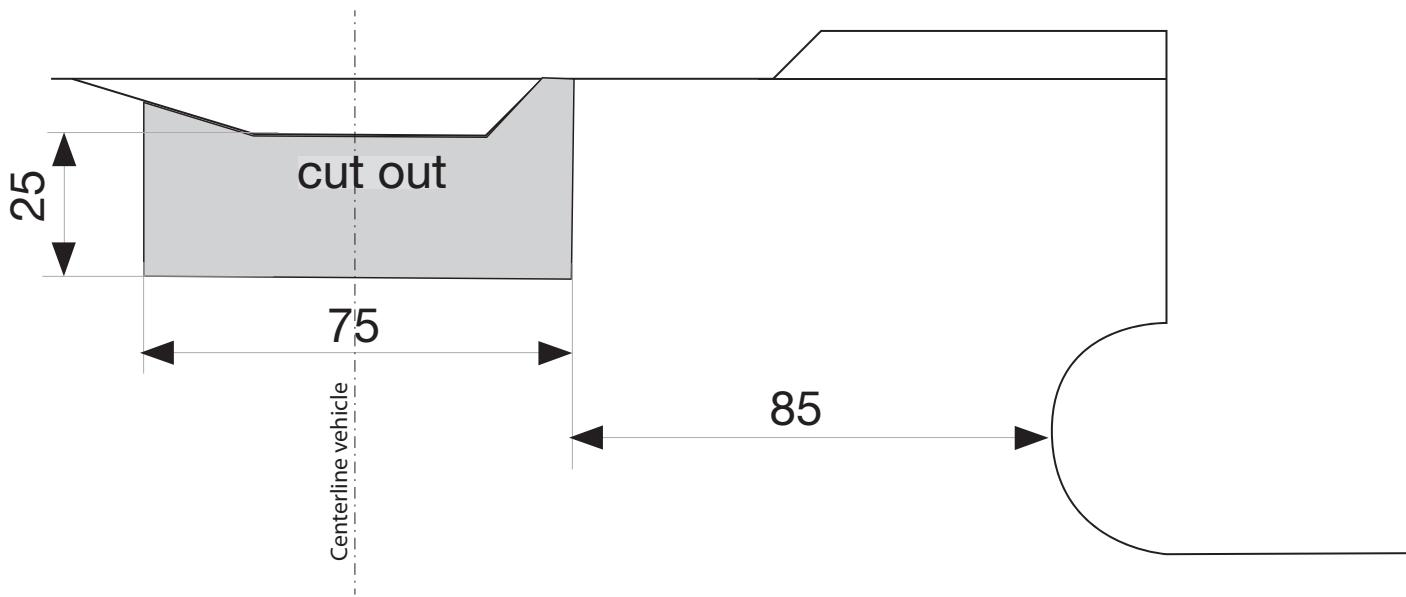

Fig.2
7. Выпилить часть из пластмассового защитного колпака в середине снизу, как указано на рис. 2.
6. Для автомобилей T5; 2011-2015: Выпилить часть из пластмассового защитного колпака в середине снизу, как указано на рис. 2.